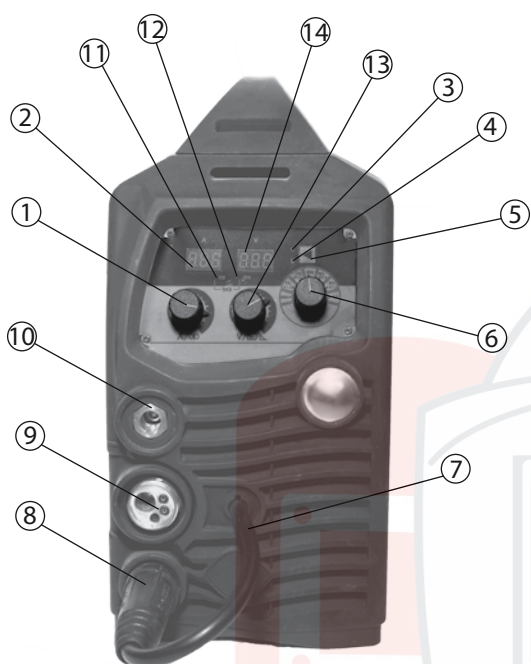
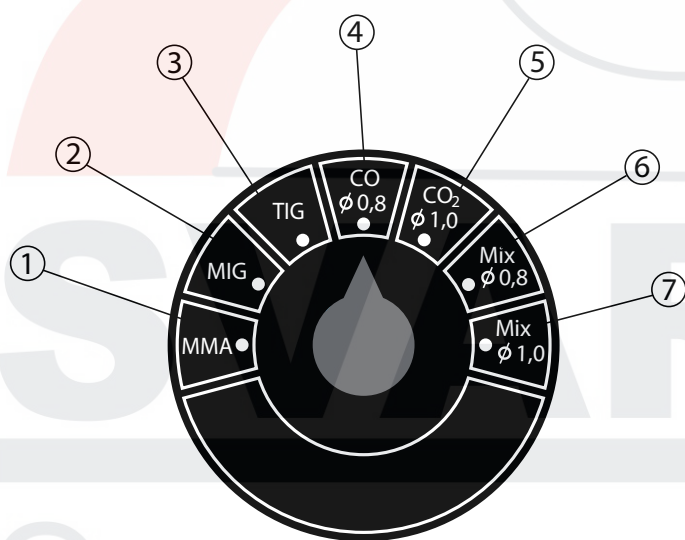

Рис. 1
Рис. 6. Настройки способов сварки
2. Вставьте сварочную горелку в «евроразъем» (**9, рис. 1**) на передней панели аппарата и прикрутите его. После установите катушку с проволокой (**18, рис. 3**). Установите ролики с теми канавками, которые соответствуют диаметру проволоки. Зафиксируйте проволоку с помощью ручки зажима проволоки (**22, рис. 3**) в подающем механизме (**23, рис. 3**). С помощью кнопки прогона проволоки (**20, рис. 3**) протяните проволоку внутрь горелки.
5. В зависимости от требуемой полярности вставьте кабельный наконечник ОКС в соответствующий разъем ОКС «-» или «+» на передней панели сварочного аппарата (**10 или 8, рис. 1**) и закрутите его по часовой стрелке.
6. Вставьте кабель полярности (**7, рис. 1**) в свободный (не подключенный кабелем клеммы заземления) разъем ОКС сварочного аппарата и закрутите его по часовой стрелке.
7. Произведите настройки процесса сварки на передней панели управления аппарата. Выберите настройки на MIG (**4, рис. 6**) или одну из синергетических настроек (**2, 3, 5 или 6, рис. 6**). С помощью регулятора (**1, рис. 1**) установите значение скорости подачи проволоки, отображаемое на цифровом дисплее (**2, рис. 1**). Регулятором (**13, Рис. 1**) выставьте рабочее напряжение дуги, отображаемое на цифровом дисплее (**14, рис. 1**).
2. Вставьте евроадаптер горелки в соответствующий разъем (**9, рис. 1**) и плотно зафиксируйте.
3. Вставьте обратный кабель в разъем OKC, помеченный знаком «+» (**8, рис. 1**), закрутите его по часовой стрелке. Закрепите клемму заземления на заготовке.
5. Произведите настройки процесса сварки на передней панели управления аппарата. Выберите настройку TIG (**7, рис. 6**), установите требуемое значение тока с помощью регулятора (**1, рис. 1**), оно отображается на цифровом дисплее (**2, рис. 1**). Также настройте время падения тока с помощью регулятора (**13, рис. 1**), отображаемое на цифровом дисплее (**14, рис. 1**).
Установите необходимый режим сварки 2Т (двухтактный) или 4Т (четырёхтактный) с помощью кнопки переключения режимов сварки (**5, рис. 1**).
При нажатии кнопки сварочной горелки дуга зажигается, а при ее отпускании – гаснет. Отображается индикатором (**3, рис. 1**).
При нажатии кнопки сварочной горелки дуга зажигается, аппарат продолжает работать после отпускания кнопки горелки. В процессе работы параметры сварки могут корректироваться с помощью регуляторов (**1 и 13, рис. 1**). При повторном нажатии кнопки на сварочной горелке аппарат переходит в состояние гашения дуги.
2. На передней панели имеется два разъема ОКС «+» и «-» (**8 и 10, рис. 1**). Для плотного закрепления прямого и обратного кабелей в разъемах необходимо вставить кабельный наконечник с соответствующим кабелем в панельный разъем до упора и повернуть его по часовой стрелке до упора. При неплотном подсоединении кабелей возможны повреждения как кабельного разъема, так и источника питания.
- прямая полярность – электрододержатель подсоединен к разъему «-» (**10, рис. 1**), а обратный кабель (заготовка) к «+» (**8, рис. 1**);
- обратная полярность – обратный кабель подсоединена к разъему «-» (**10, рис. 1**), а электрододержатель к «+» (**8, рис. 1**).
6. Выберите способ сварки ММА регулятором на передней панели аппарата (**1, рис. 6**). С помощью регулятора (**1, рис. 1**) установите значение тока, отображаемое на цифровом дисплее (**2, рис. 1**), а регулятором (**13, рис. 1**) установите значение тока форсажа дуги, отображаемое на цифровом дисплее (**14, рис. 1**).
7. Режим V.R.D (снижение холостого хода) устанавливается автоматически при включении способа ММА и отображается индикаторным светодиодом (**12, рис. 1**).